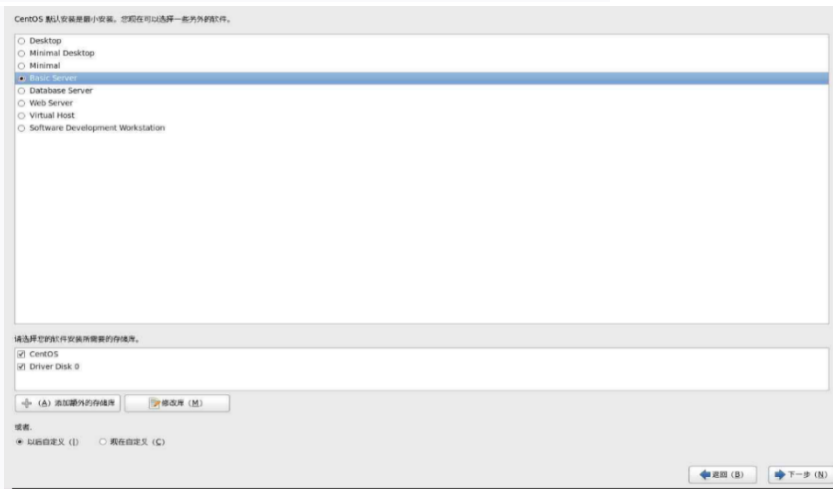

图 6-39
- t. 单击下一步进入软件选择, CentOS 为了方便安装, 将服务器进行分类, 选择不同的分类就会安装不同的软件包组。如图 6-39 所示。